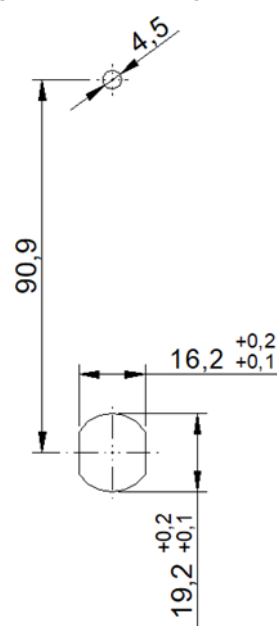
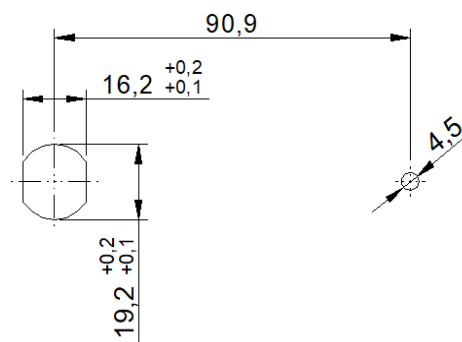

Figura 2. Orificios de amarre para cerradura vertical
Figura 4. Orificios de amarre para cerradura horizontal
Para evitar problemas de montaje de la cerradura (la lengüeta puede atascarse, la manilla puede bloquearse, etc.), es necesario que los orificios de fijación de la puerta se perforen durante el proceso de mecanizado de la puerta. Las dimensiones y posiciones de estos orificios se muestran a continuación en la Figura 2 y la Figura 4, dependiendo del material de la puerta.
1. Mecanice los agujeros necesarios en la puerta del mueble según la plantilla que se muestra en la Figura 2 y la Figura 4.